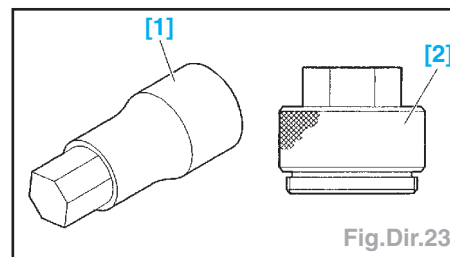

Fig.Dir.23
- Outils nécessaires (Fig.Dir.23) :